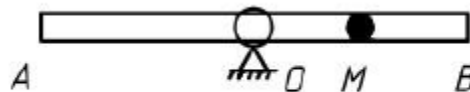

Рис. 2.1
1. Трубка AB вращается вокруг оси O , перпендикулярной к ней, с постоянной угловой скоростью $\omega = 4\pi \text{ рад/сек}$. Внутри трубки колеблется шарик по закону $s = OM = 2 \sin(\pi t)$, (s – в см, t – в сек) (рис. 2.1). В моменты $t_1 = 1/6 \text{ сек}$ и $t_2 = 5/3 \text{ сек}$ определить: 1) абсолютную скорость шарика; 2) его абсолютное ускорение